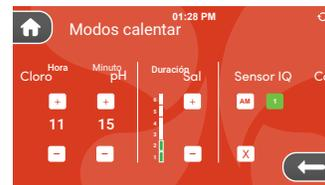

Figura 4
4. Pulse el botón para activar el ajuste 1 y ponga el botón en verde Figura 4. Puede desactivar el ajuste pulsando el botón. ✓ ✕